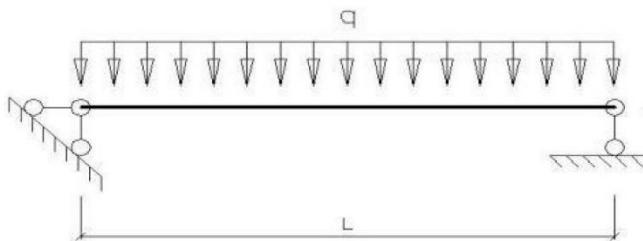

Рисунок 1. Расчетная схема балки
3.1 Проверить прочность брускатого стержня пролетом L , сечением $b \times h$, (круглого диаметром d) без ослаблений. Брус изгибается в направлении большего размера сечения равномерной нагрузкой q (рисунок 1).